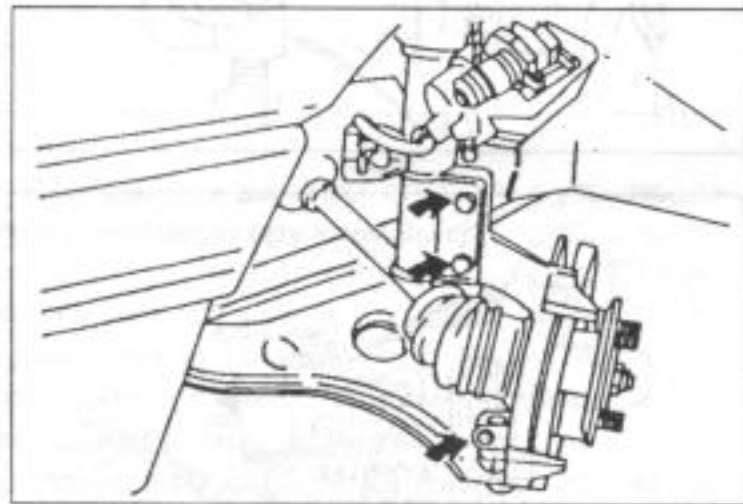

Рис.187.
- Рис.187 показывает места крепления поворотного кулака на амортизационной стойке и на поворотном кулаке.